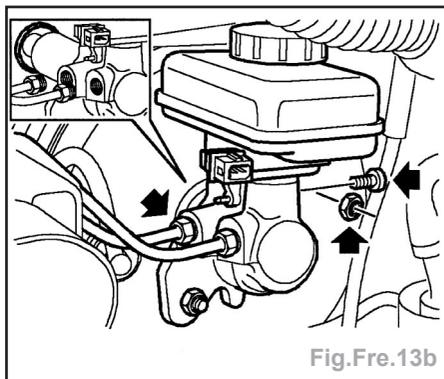

Fig.Fre.13b
- Débrancher le raccord union de tuyau de circuit secondaire du maître-cylindre (Fig.Fre.13b).